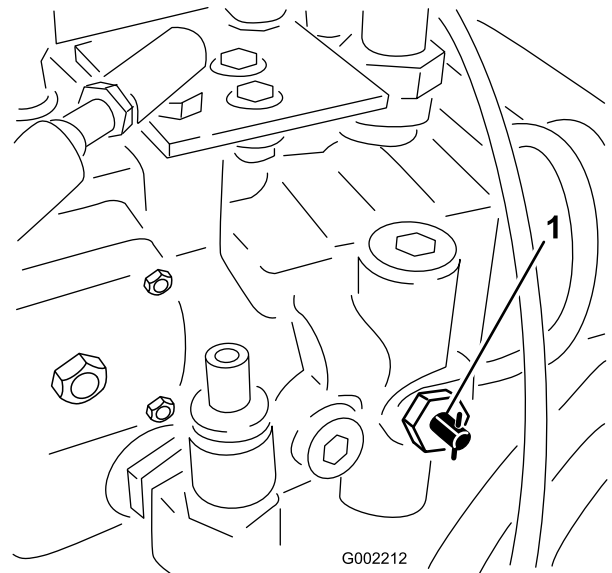

図 28
1. 牽引用バルブ（図 28）を左または右に 90 度回転させて開きます。